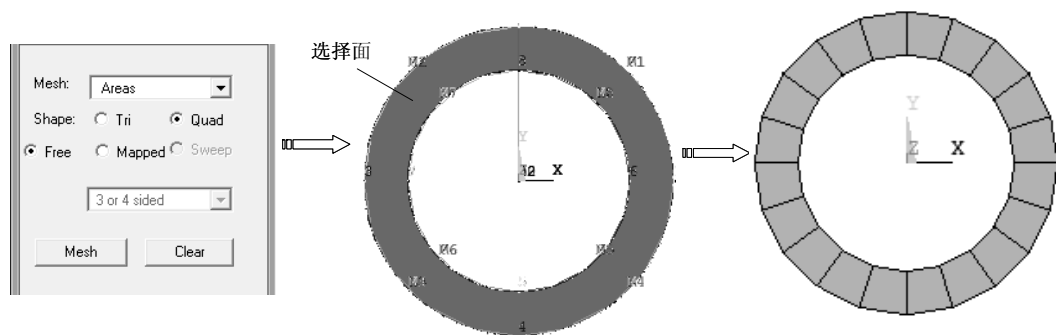

图 7-186 生成网格
3) 在网格工具中选择分网对象为“Areas”，网格形状为“Quad”，选择分网形式为“Free”，单击“Mesh”按钮，拾取圆环面单击“OK”按钮，生成网格如图 7-186 所示。